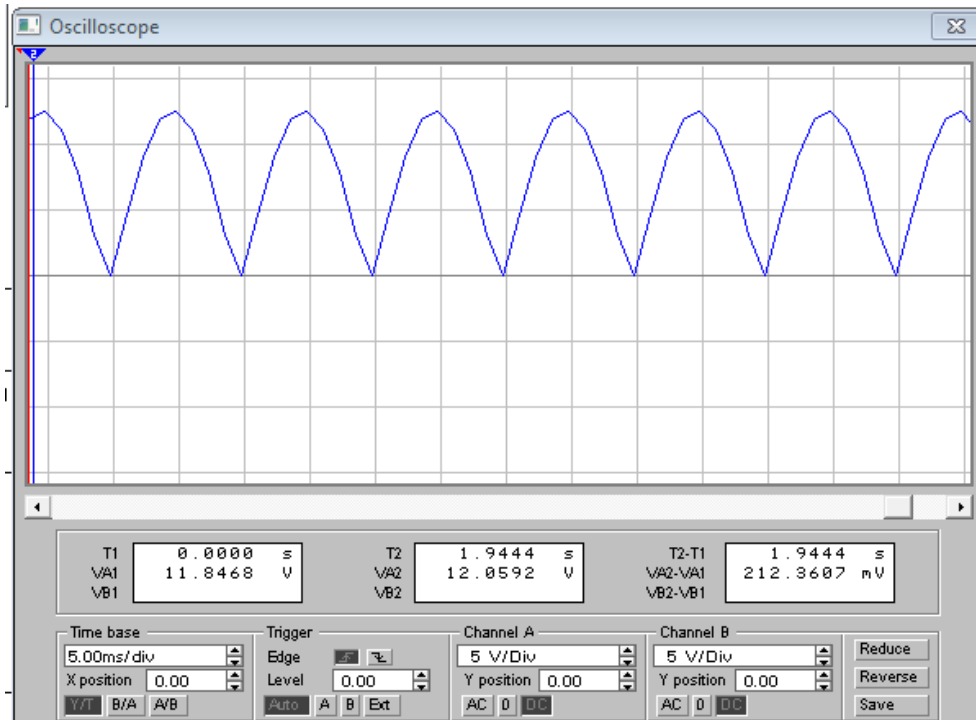

Рисунок 10.4 - Осцилограма напруги на виході однофазного двонапівперіодного мостового випрямляча
10. При відключеному конденсаторі C записати показання приладів і замалювати осцилограму напруги (рис. 10.4).